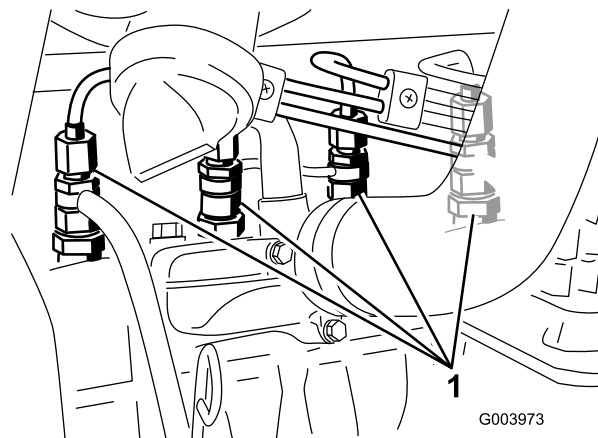

図 32
1. 燃料噴射ポンプの No.1インジェクタノズル(**図 32**)へのパイプ接続部をゆるめる。